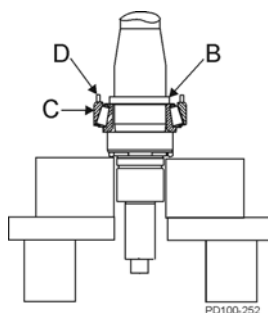

Figura 80 - Instale o espaçador interno e externo, e a cuba inferior
2. Posicione o espaçador interno (Figura 80, item B) sobre o eixo no conjunto inferior de cones e de rolamentos.